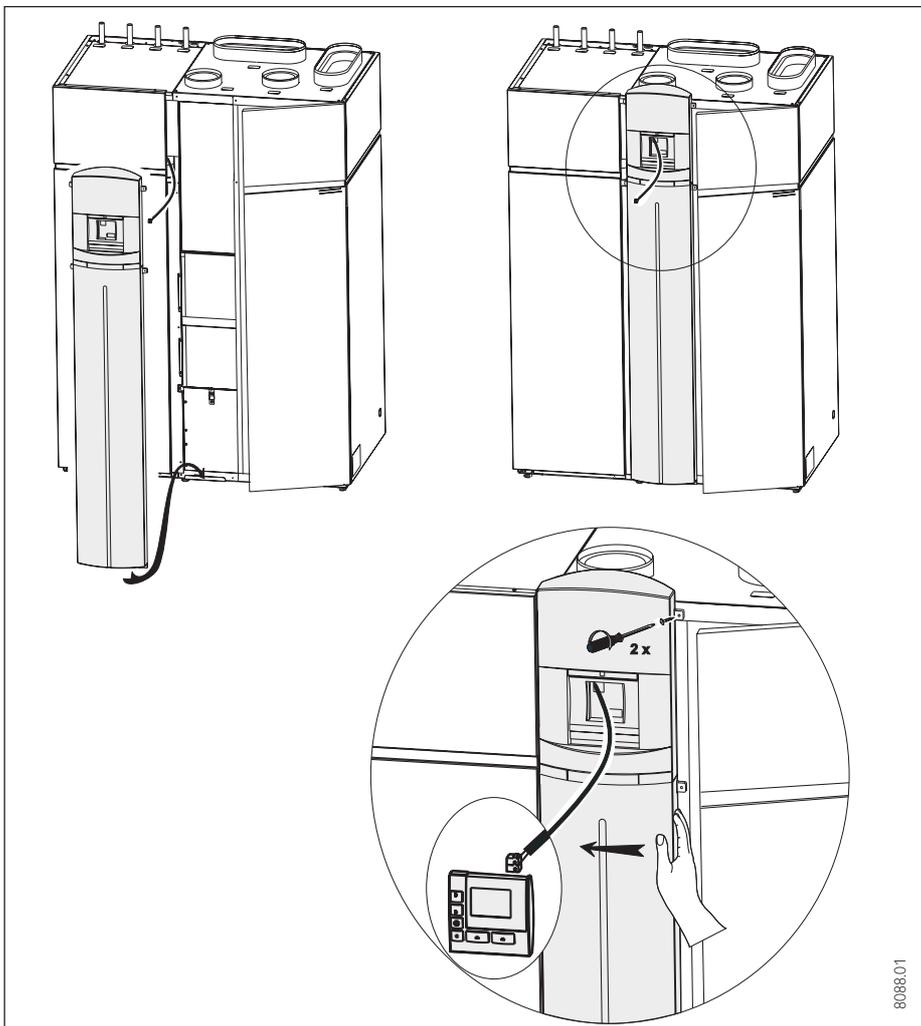

Abb. 17
- ⇒ Seitenwand (1) in die Rückwand vom Speichermodul einhängen und unten am Rahmen anschrauben.
- ⇒ Deckel (2) mit der Rückwand und der Seitenwand verschrauben.
- ⇒ Vorderwand (3) in die Seitenwand einhängen, dabei die Busleitung durch die Ausklinkung in der Vorderwand nach vorn aus dem Gerät herausführen. Anschließend die Vorderwand unten am Rahmen anschrauben.
- ⇒ Blende nach Abb. 17 montieren.